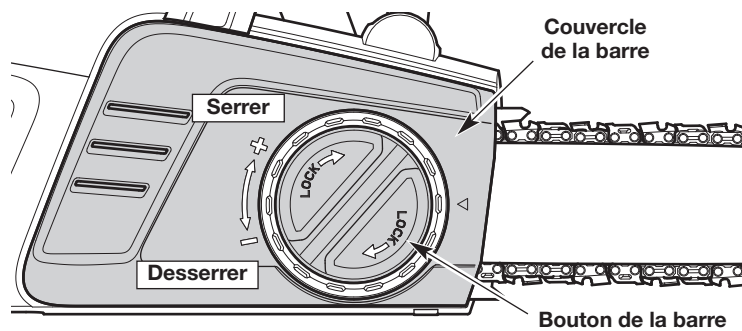
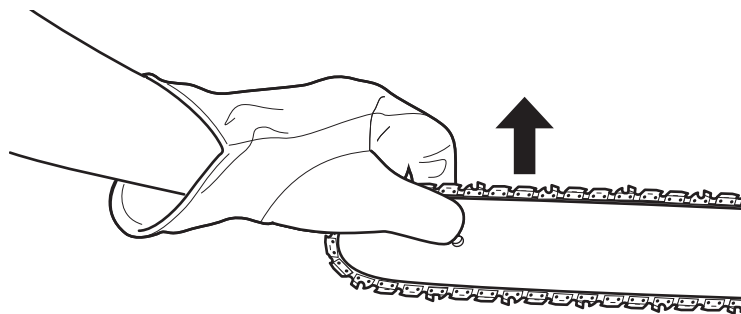
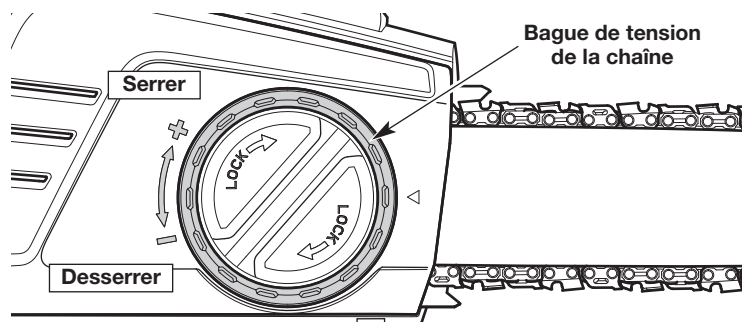
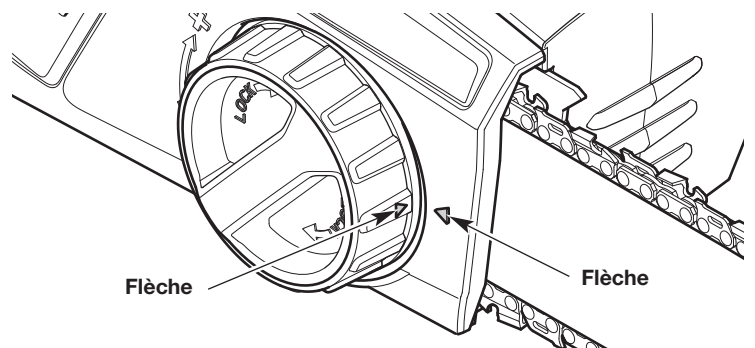

Fig. 39
Fig. 40
Fig. 41
Fig. 46
**REMARQUE :** Une nouvelle chaîne tend à se détendre et à nécessiter un réajustement après aussi peu que cinq (5) coupes. Ceci est normal pendant la période de rodage. L'intervalle entre les futurs ajustements s'allongera rapidement.
1. Tourner le bouton de la barre dans le sens antihoraire pour desserrer légèrement le revêtement de la barre (Fig. 39). **NE PAS** retirer le revêtement de la barre.
2. Maintenir la barre de guidage tournée vers le haut (Fig. 40) et tourner la bague de tension de la chaîne pour régler la tension (Fig. 41).
3. Continuer à maintenir la barre de guidage tournée vers le haut (Fig. 40). Tourner le bouton de la barre dans le sens horaire pour serrer légèrement le revêtement de la barre (Fig. 39).
1. Tourner le bouton de la barre dans le sens antihoraire pour desserrer le revêtement de la barre (Fig. 39).
5. Tournez la bague de tension de chaîne (Fig. 41) jusqu'à ce que la flèche de la bague de tension de chaîne s'aligne avec la flèche sur le couvercle de la barre (Fig. 46).
7. Tourner la bague de tension de la chaîne (Fig. 41) dans le sens horaire jusqu'à ce que le revêtement de la barre soit relié au logement du moteur et que la barre de guidage commence à se bouger vers l'avant.
8. Tourner le bouton de la barre dans le sens horaire pour serrer légèrement le revêtement de la barre (Fig. 39). **NE PAS** serrer complètement le bouton de la barre.
10. Maintenir la barre de guidage tournée vers le haut (Fig. 40). Tourner le bouton de la barre dans le sens horaire pour serrer légèrement le revêtement de la barre (Fig. 39).